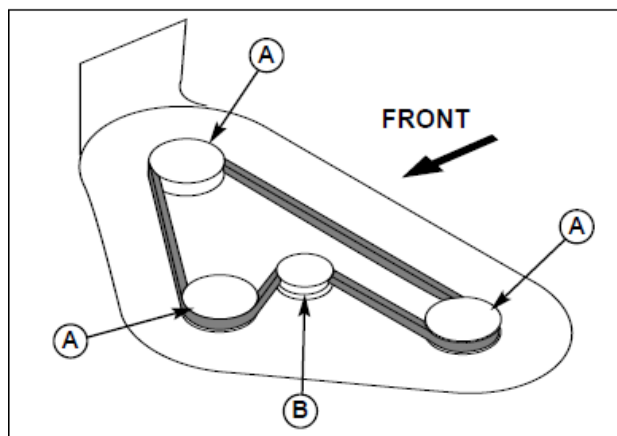

図 44 モアデッキのベルト取り回し-全モデル
6. 図 44 で示すように新しいベルトを取付けてください。ベルトのV-側がプーリー(A)溝に収まるようにしてベルトの平らな側がアイドルプーリー (B) に当たることを確認してください。